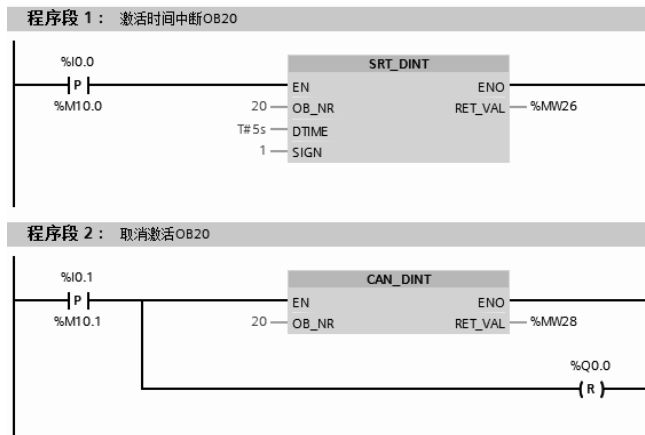
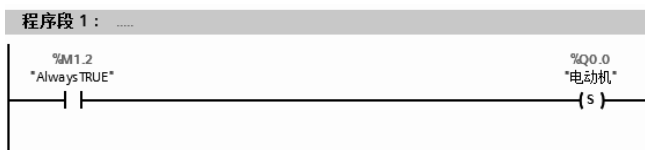

图 5-55 OB1 中的程序
图 5-56 OB20 中的程序
② 中断程序在 OB1 中，如图 5-55 所示，主程序在 OB20 中，如图 5-56 所示。